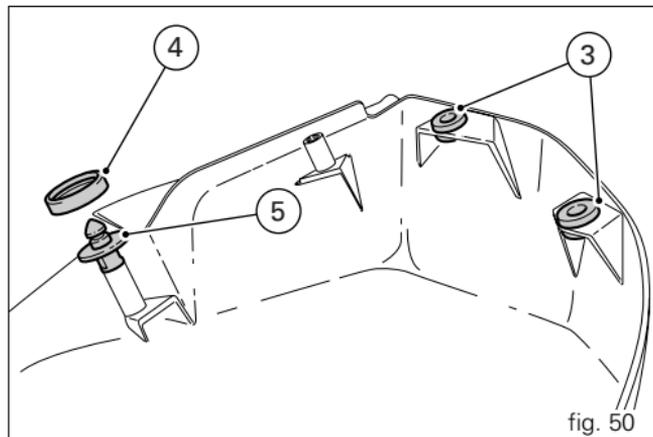

fig. 50
Antes de proceder à remontagem, certifique-se de que no lado interno da semi-caretagem estão correctamente instalados os anéis de borracha (3) e a junta (4), no perno (5) (fig. 50).